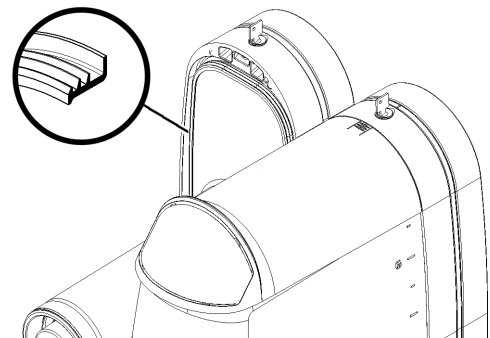

Bild 18
- 4 Die Dichtung des Behälters wieder in ihren Sitz einsetzen. **BITTE BEACHTEN:** der größere Durchmesser muss sich dabei an der hinteren Wand befinden (Bild 18).